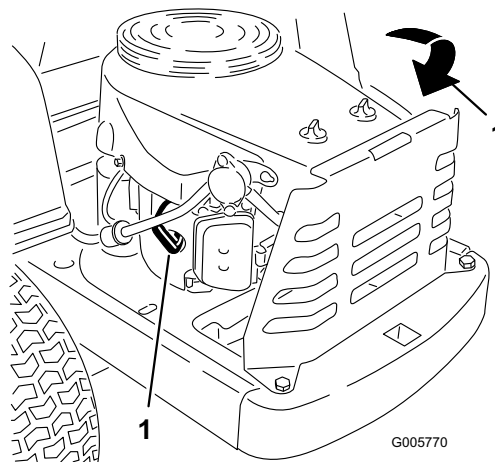

Figure 28
3. Débranchez les bougies (Figure 28). Nettoyez la surface autour des bougies pour éviter que des impuretés endommagent le moteur en tombant à l'intérieur.
3. Connectez les bougies (Figure 28).